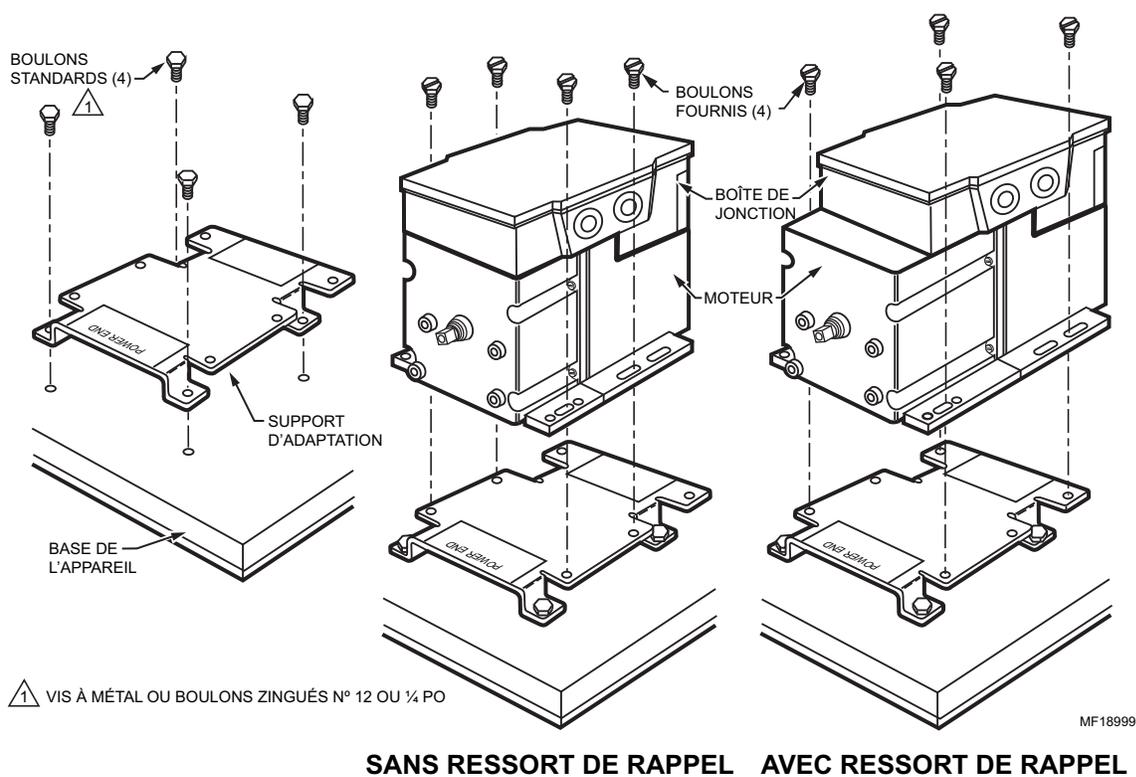

Fig. 3— Installation du servomoteur sur un support d'adaptation.
2. À l'aide des boulons fournis, fixer le servomoteur aux ouvertures filetées du support. Voir la Fig. 3.